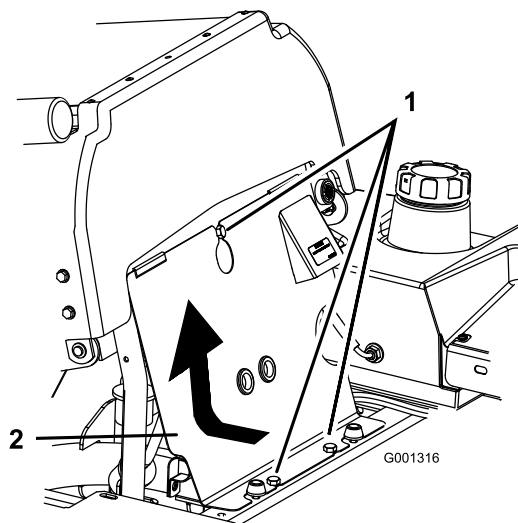

Figure 63
3. Basculez le siège en avant, desserrez les boulons et déposez le panneau avant du moteur (Figure 63).